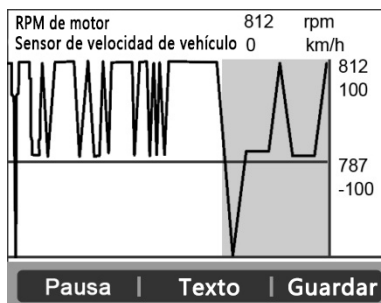

Figura 6.13
- Si se muestra la opción “**Gráficos**” en la parte inferior cuando se resalta un dato PID, existe información disponible en forma de gráfico. Seleccione **Gráficos** para ver el gráfico. (Figura 6.13). Se muestra el nombre de PID, el valor actual, y los valores máximo y mínimo en la pantalla.